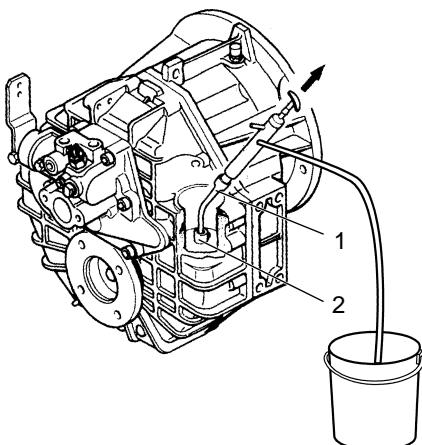

Fig. V-6
- 2.2.1 **ZF 45A, ZF 45-1, ZF 63A, ZF 63:** Push hose of suction pump (figure V-6, item 1) through suction pipe (figure V-6, item 2) down to bottom of the housing and remove the fluid.
- 2.2.1 **ZF 45A, ZF 45-1, ZF 63A, ZF 63:** Inserire il tubo di una pompa di aspirazione (fig. V-6, pos. 1) nel foro apposito che si trova nell'alloggiamento del filtro (fig. V-6, pos. 2) e assicurarsi che venga raggiunto il fondo della scatola, dopodichè aspirare tutto l'olio.
- 2.2.1 **ZF 45A, ZF 45-1, ZF 63A, ZF 63:** Introduire le tuyau de la pompe de vidange (figure V-6, position 1) à travers la canalisation d'aspiration (figure V-6, position 2) jusqu'au fond du carter et aspirer l'huile.
Introducir el tubo de una bomba de aspiración (Fig. V-6, pos. 1) en el orificio que se encuentra en el alojamiento del filtro (Fig. V-6, pos. 2), verificar que llegue al fondo de la caja y luego aspirar todo el aceite.
Den Schlauch einer handelsüblichen Saugpumpe (Pos.1, Bild V-6) durch das Saugrohr (Pos. 2, Bild V-6) bis auf den Gehäuseboden stecken und das Öl absaugen.